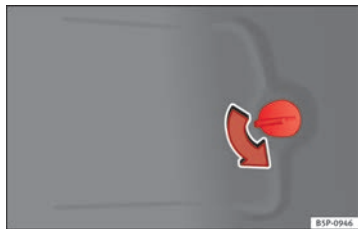

Fig. 195 Luces en la carrocería.
- Abra la tapa del panel lateral del maletero ⇒ fig. 195.